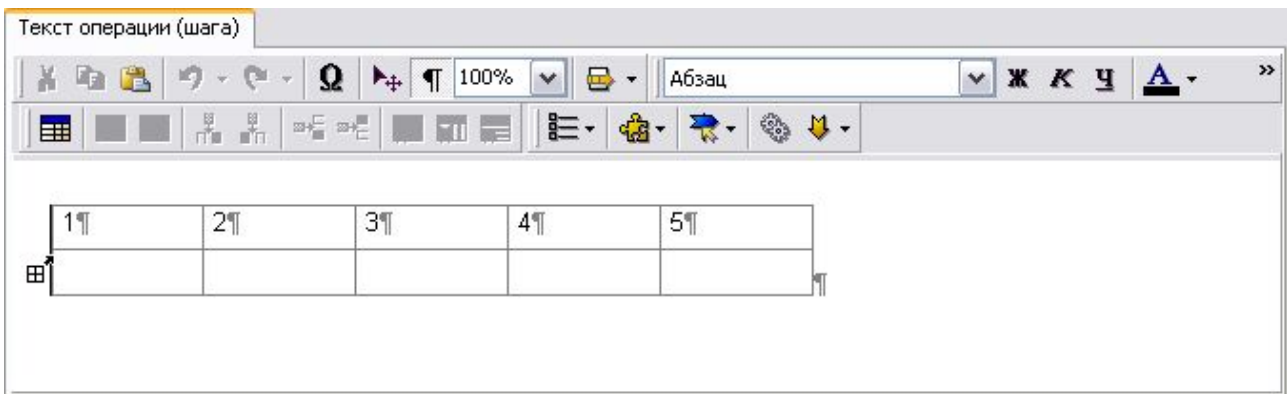

Рис. 5.10
1. Установите курсор вдоль левой границы неформальной таблицы (Рис. 5.10).